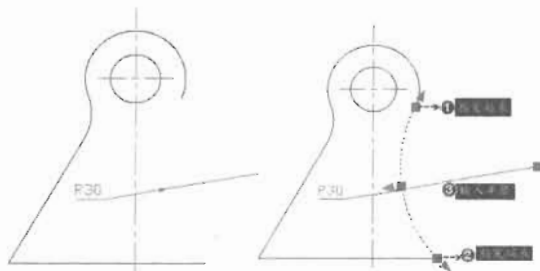

图 3-85
(7) 通过指定起点、端点、半径绘制圆弧，如图 3-85 所示。这种方法只能按逆时针方向绘制圆弧，输入正的半径值画的是小于 180° 的圆弧，而输入负的半径值画的是大于 180° 的圆弧。